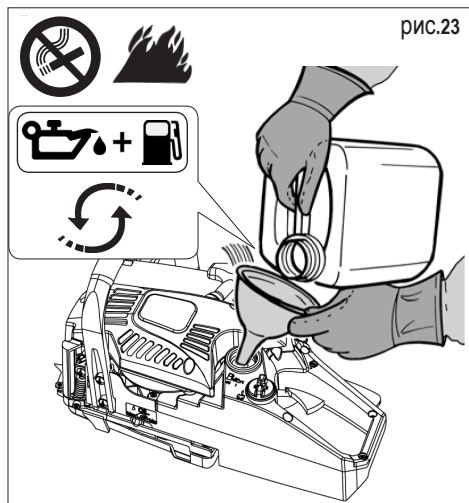

рис.23
3) Приготовление топливной смеси и заправку производите только на открытом воздухе (рис. 23).